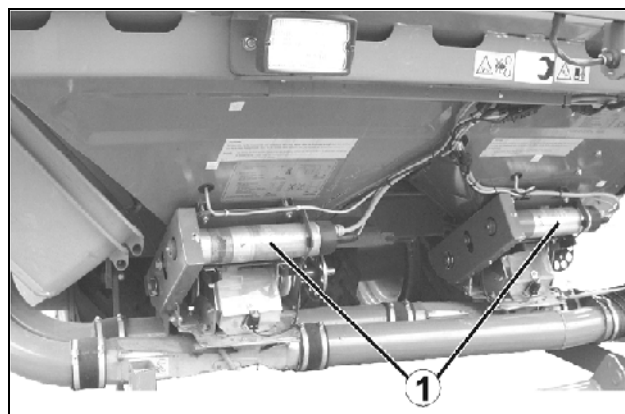

Fig. 77
- Elektrisk fulldosering med elektromotor for direkte drift (Fig. 77).